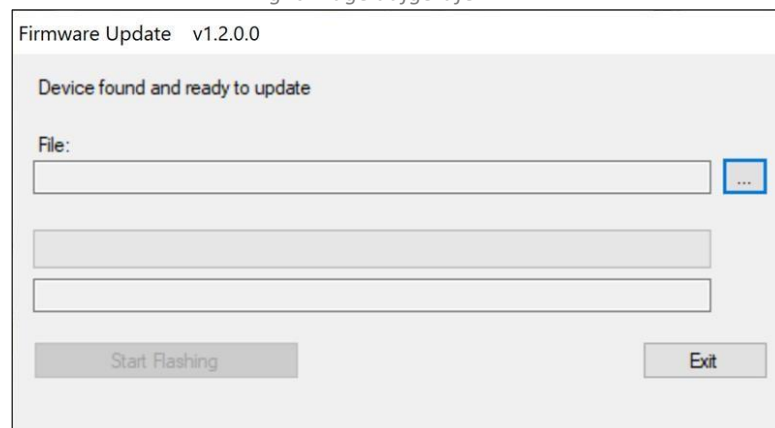

Abbildung 55 - Fenster für die Firmware-Aktualisierung.
9. Wählen Sie in LightBridge die Option Firmware Upgrade aus dem Dropdown-Menü *Tools* (Abbildung 54). Das Fenster für die Firmware-Aktualisierung wird angezeigt (Abbildung 55).